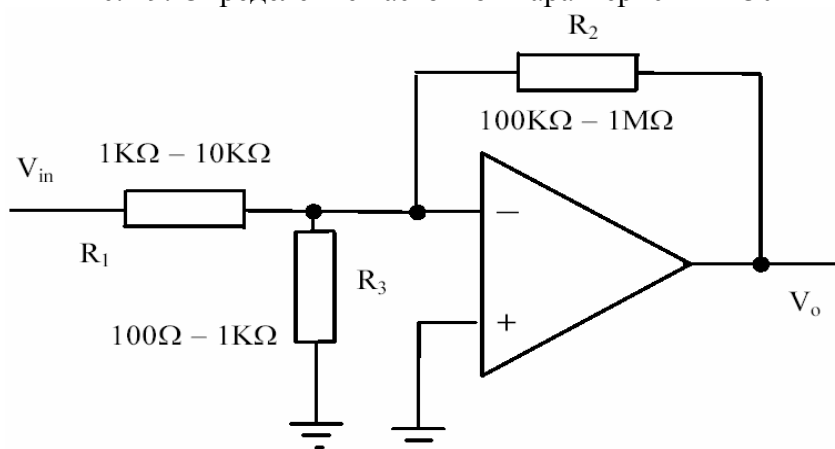

Рис. 20. Определение частотной характеристики ОУ
17. Включите питание и синусоидальный генератор от платы. Реализуйте схему, показанную на рис. 20. Не забудьте подключить питание к ОУ.